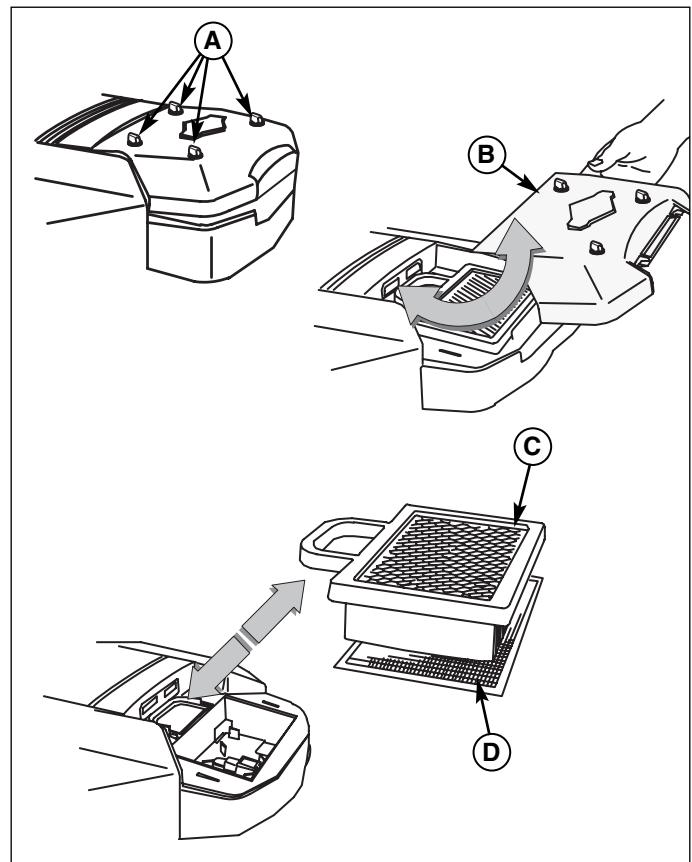

Figure 33. Système de filtrage d'air - modèles Briggs & Stratton à deux pistons
1. Dévisser les quatre boutons (A, Figure 33) en les tournant vers la gauche.
2. Déposer le capot (B). Déposer le filtre (C) et le pré-dépoussiéreur (D).
3. Poser le pré-dépoussiéreur (D) avec le côté tamis vers le haut. Poser le filtre (C) comme sur l'illustration.
4. Poser le capot (B) en veillant à engager les languettes dans les rainures correspondantes. Fixer en vissant les quatre vis à fond.